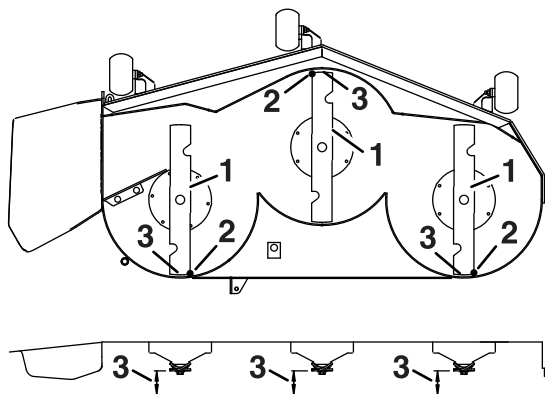

Рисунок 84
7. Проверьте выравнивание ножа по горизонтали в продольном направлении (Рисунок 84). Убедитесь в том, что передний конец ножа ниже заднего конца ножа, как